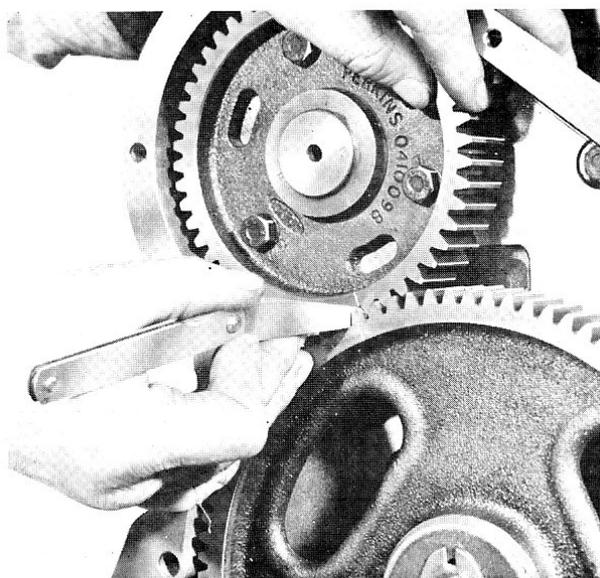

Fig. 17
- 5° Vérifier le jeu entre dents des pignons de la distribution (fig. 17).